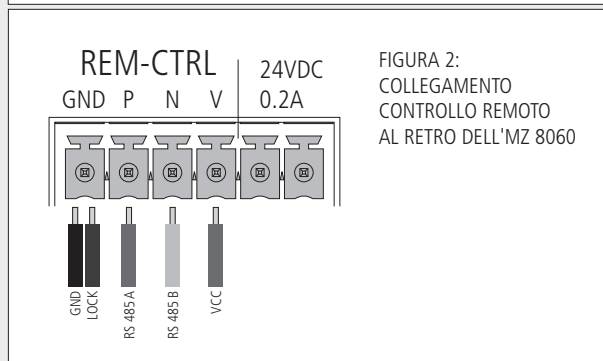

FIGURA 2:
Prima di procedere con l'installazione del controllo remoto TS 9918 nella scatola da incasso, assicurarsi che la matrice audio MZ 8060 sia scollegata dalla rete elettrica, poi collegare i primi 5 contatti del connettore **J1** (del circuito stampato) alla porta REM-CTRL della matrice MZ 8060: massa (1), alimentazione 24 V c.c. (2), RS 485A (3), RS 485B (4), LOCK (5) a massa (vedere la figura 2).